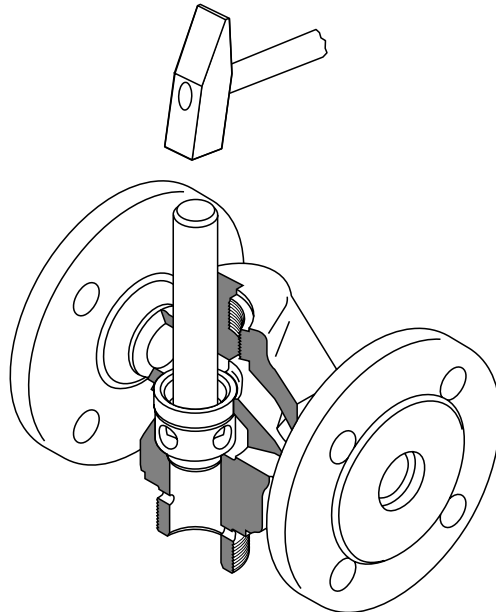

Fig. 8
16. Ventilsitz mit Schlagdorn (CuZn) im Gehäuse fixieren. **Fig. 8**